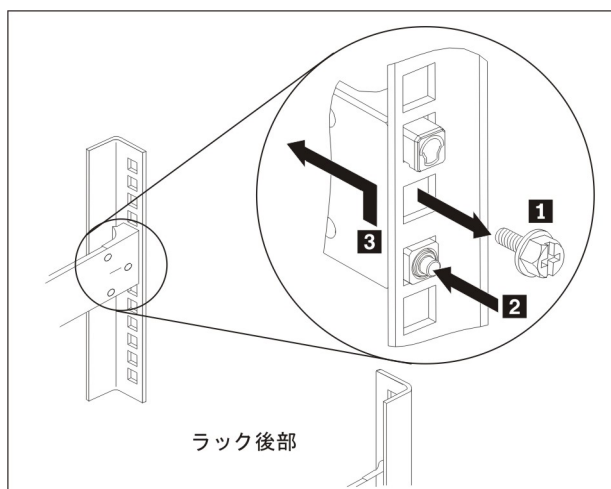

図 22. スライド・レールの後端を取り外す
3. 図 22 に示すように、スライド・レールの後端を取り外します。